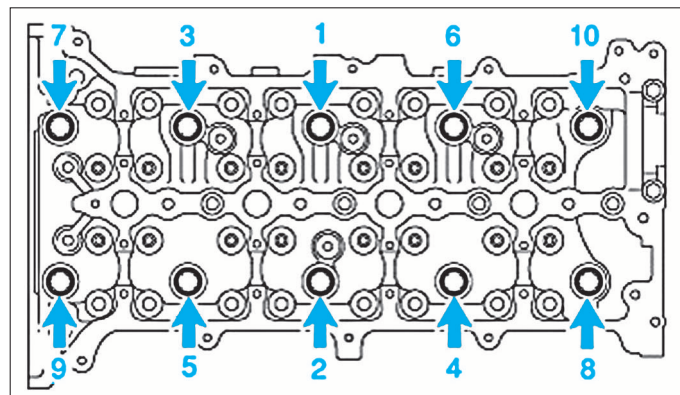

FIG. 57
- Desserrer uniformément les 10 vis de culasse, en plusieurs passes dans l'ordre inverse illustré (fig. 57).
- Poser et serrer uniformément les vis de culasse en 3 passes dans l'ordre indiqué (fig. 57).